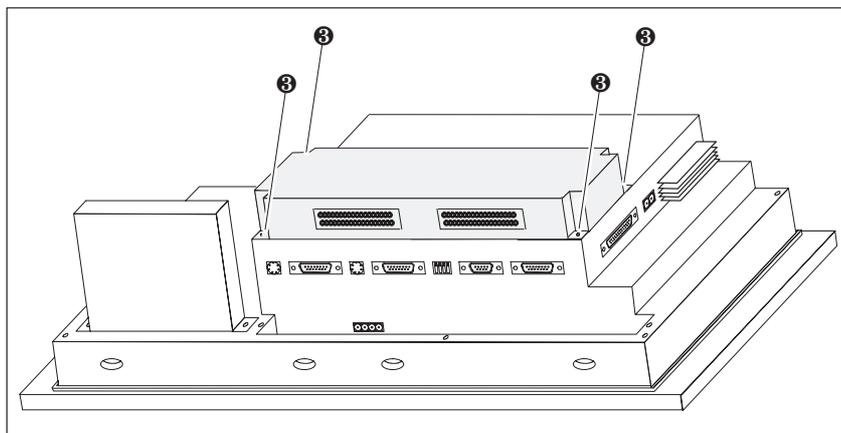

Figura 18-10 Fissaggio del Control Panel Interface all'OP (esempio OP37)
4. Fissare il Control Panel Interface, con le quattro viti **3** fornite, all'OP (vedi figura 18-10).